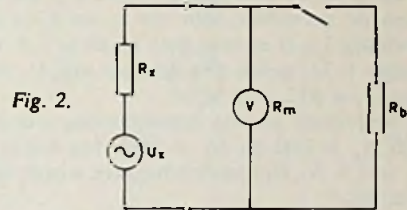

Fig. 2.
- 3 Een voltmeter met inwendige weerstand  $R_m = 10 \text{ k}\Omega$  is aangesloten op een onbekende spanningsbron, die met behulp van een schakelaar kan worden belast met een weerstand  $R_b = 10 \text{ k}\Omega$  (zie fig. 2).